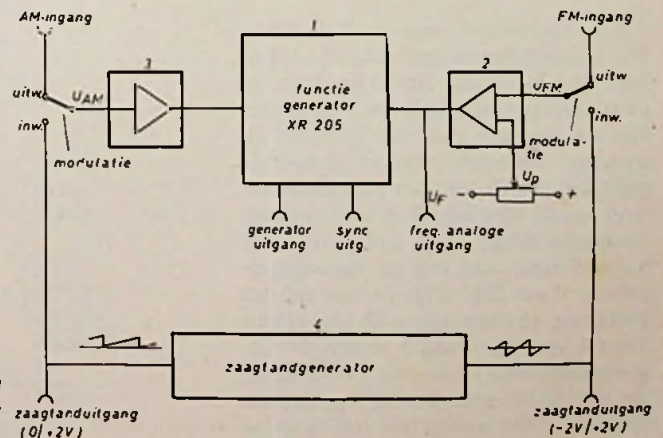

Fig. 1. Blokschema van de functiegenerator.
Het met „functiegenerator” aangegeven blok (fig 1) bevat, naast de eigenlijke functiegenerator, de afregelpotentiometer en de omschakelaar voor de verschillende golfvormen, de frequentiebereikschakelaar en de instelorganen voor de uitgangs- en de offsetspanning. Om de, door het IC gegeven, mogelijkheden van frequentie- en amplitudemodulatie te benutten, maakt men de modulatiespanningen voor FM resp. AM, door het voorschakelen van modulatieversterkers (2) resp. (3) voor de VCO- resp. multiplicator-ingang van de geïntegreerde schakeling. De versterker (2) voor FM wordt gevormd door de uit de analoge reken-techniek bekende sommeerversterker [1], waardoor de uitgangsfrequentie zowel door de instelling van de potentiometer „frequentie” als door een eventueel uitwendig toegevoerde modulatiespanning kan worden veranderd. De AM-versterker, die als inverter is geschakeld, zorgt voor de benodigde aanpassing van de AM-ingang aan de multiplicator-ingang van het IC. De zaagtandgenerator (4) levert een lineair van -2 ... +2 V stijgende spanning voor interne frequentie- resp. amplitudemodulatie. Met een schakelaar kan de periodeduur van de zaagtand over een groot gebied worden aangepast aan de betreffende meetopgave. De volgende vergelijking geeft het verband tussen de amplitudemodulatiespanning U_{AM} en de topwaarde van de uitgangsspanning \hat{U}_a :